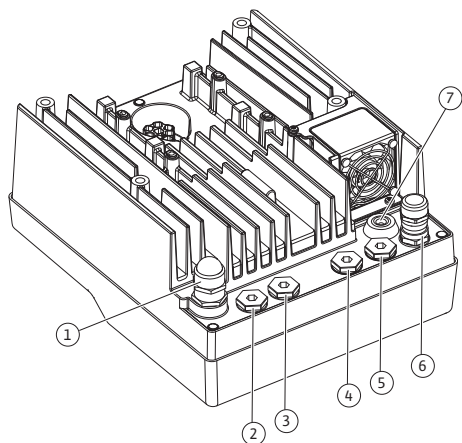

Fig. 18: Кабельные втулки/кабельные вводы
4. Кабель электропитания проводить через кабельный ввод M25 (Fig. 18, поз. 1). Затянуть кабельный ввод с предусмотренным моментом вращения.